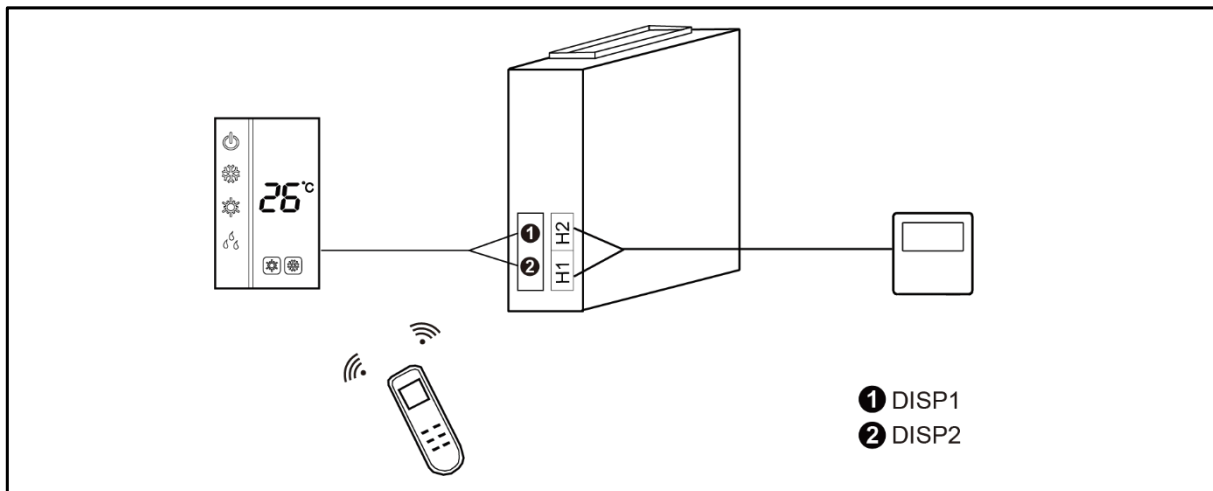

Abb. 5.4.3
- 3) Der kabelgebundene Controller und das Empfangspanel können gleichzeitig installiert werden. Bei Verwendung mit einer Fernbedienung können sowohl der kabelgebundene Controller als auch das Empfangspanel Signale empfangen, wie in Abb. 5.4.3 dargestellt.